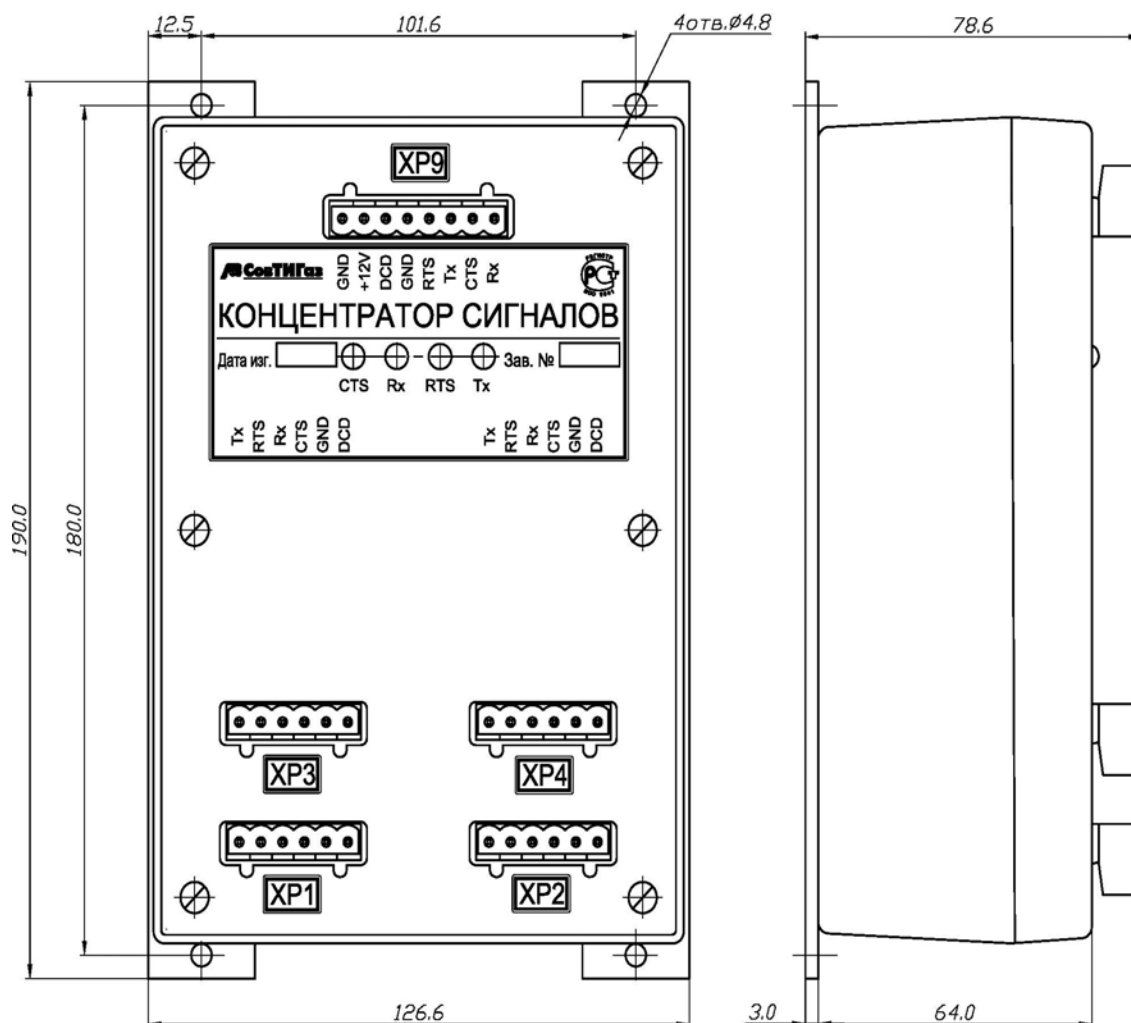

Рис. 10
1.8.5 Блок питания БП4-12 рис.10 с аккумулятором предназначен для питания комплекса. Выполнен в пластмассовом корпусе и имеет степень защиты не ниже IP20, предназначен для установки в шкафах или закрытых помещениях. Способ подключения и работы изложен в паспорте на него.